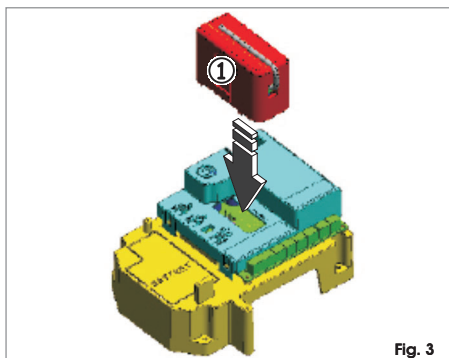

Fig. 3
El equipo electrónico está provisto de un sistema de descodificación (DS, SLH, RC, LC) bi-canal integrado llamado OMNIDEC. Este sistema permite memorizar, mediante un módulo receptor adicional (Fig. 3 ref. ①) y radiomandos de la misma frecuencia, tanto la apertura total (OPEN A) como la apertura parcial (OPEN B) de la automatización.